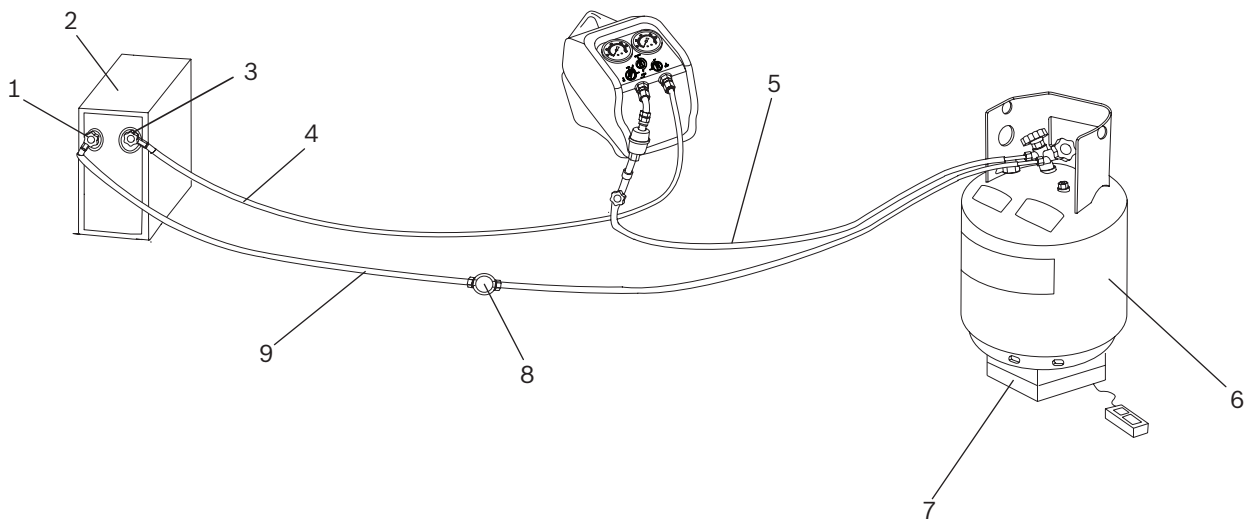

Abb. 4: Push-Pull-Absaugung
4. RG8.0 / RG4.0 an die zu wartende Anlage anschließen (gemäß Abb. 4). Die nachstehend angegebene Reihenfolge einhalten. Nur die vorgesehenen, den örtlichen Vorschriften entsprechenden Kältemittelschläuche verwenden. Da die Schlauchleitungen umgesteckt werden müssen, um das gesamte Kältemittel vollständig aus der Anlage zu entfernen, müssen Schläuche mit manuellem Absperrventil an beiden Enden verwendet werden; diese Anleitung wurde für derartige Schlauchleitungen erstellt.
- Einen roten Schlauch am Flüssigkeitsanschluss (rot) eines zugelassenen Zweiventil-Absaugbehälters anschließen; das andere Ende am hochdruckseitigen Serviceanschluss der Klima-/Kälteanlage anschließen. Es ist von großem Nutzen, in diesem Schlauch ein Schauglas (Abb. 4, Pos. 8) in diesem Schlauch, um den Kältemittelfluss zu überwachen.
Flüssiges Kältemittel muss in den Behälter zu strömen beginnen. Dies kann am Schauglas (Abb. 4, Pos. 8) über prüft werden. Siehe Abb. 4.